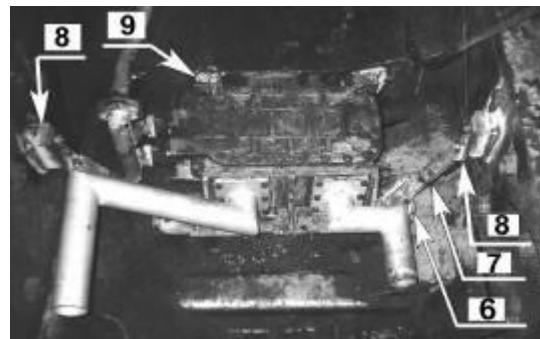

Рис. 2.4
- закрыть переднюю защиту и установив на нее маслоохладитель в сборе, выставить при помощи подставок его положение относительно рамы и труб маслоохладителя. Прихватить задние кронштейны в сборе с бонками (9) к маслоохладителю и к поперечной балке, а также бонки (8) к лонжеронам.( Смотри Рис. 2.4 ).